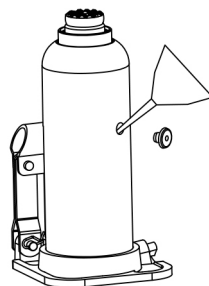

Fig. 4
4. Remplissez le cylindre avec de l'huile de cric hydraulique de haute qualité, soit jusqu'à l'orifice du bouchon de remplissage (fig. 4).